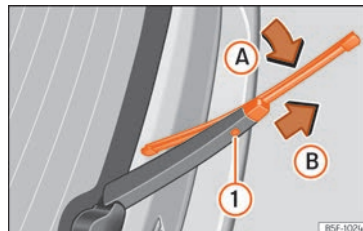

Fig. 42 Substituição da escova do vidro traseiro.
- Rode ligeiramente a escova »» Fig. 42 (seta A).
- Mantenha pressionado o botão de desbloqueio ❶ puxando pela escova no sentido da seta B.
- Introduza uma escova nova no braço limpa-para-brisas **com o mesmo comprimento e características**, no sentido contrário à seta B até que encaixe o botão ❶.